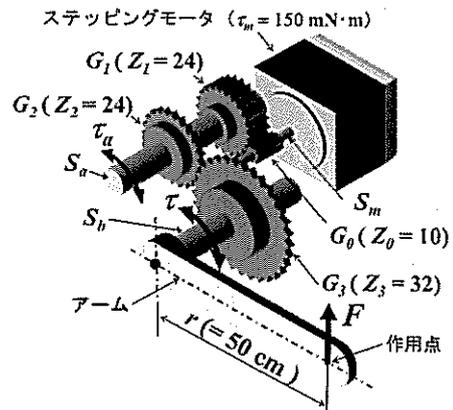

図2
- (2) モータ (トルク $\tau_m = 150 \text{ mN}\cdot\text{m}$) にギア列を装着して、アームのトルクを向上させる。そこで、4つのギア (歯数 $Z_0 = 10, Z_1 = Z_2 = 24, Z_3 = 32$, 全ギア間の伝達効率 $\eta = 90\%$) を介して、アーム (軸から作用点までの長さ $r = 50 \text{ cm}$) を駆動する機構を考案した (図2)。このときのアームのトルク τ [$\text{mN}\cdot\text{m}$] と作用点の出力 F [N] を計算過程が分かるように導出せよ。なお、ギア G_0 と G_1 のギア比 $i_1 = Z_1/Z_0$ 、シャフト S_a のトルク $\tau_a = \tau_m \cdot i_1 \cdot \eta$ で計算できる。